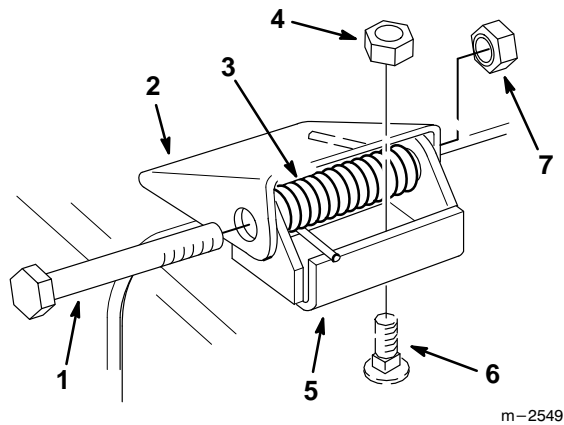

Figure 33
1. Retirer l'écrou, le boulon et le ressort de fixation des attaches du déflecteur aux supports d'articulation (Fig. 33).
2. S'il faut remplacer les supports d'articulation, retirer les boulons de carrossier et les écrous coniques qui les fixent au-dessus de l'ouverture d'éjection, puis mettre en place de nouveaux supports. S'assurer que la tête des boulons de carrossier est bien à l'intérieur de l'unité de coupe (Fig. 33).
3. Monter les attaches du déflecteur sur les supports d'articulation à l'aide des boulons, des ressorts et des écrous. Les extrémités droites des ressorts doivent passer entre le déflecteur et l'attache (Fig. 33).
4. Serrer les écrous jusqu'à ce qu'ils touchent les supports d'articulation (Fig. 33).